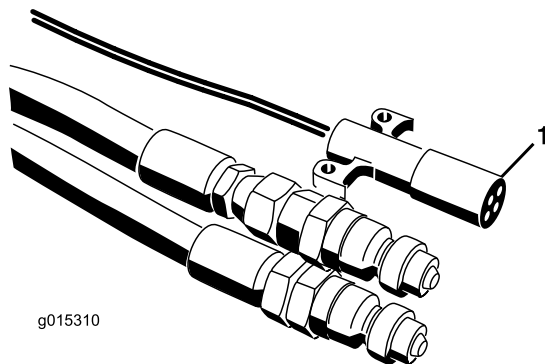
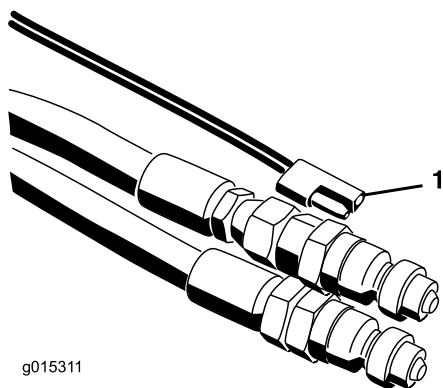

Figure 21
Figure 22
7. Connectez le faisceau de câblage au véhicule tracteur (Figure 21 et Figure 22). Sur les modèles SH, placez le boîtier de commande à portée du siège du conducteur. Vérifiez que l'interrupteur est tourné sur arrêt.